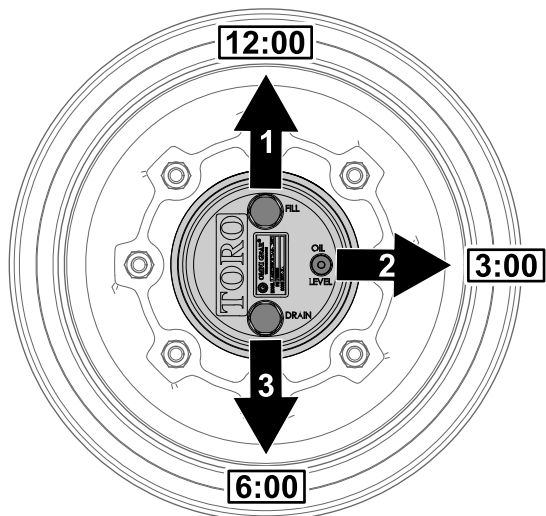

Figure 104
1. Garez la machine sur une surface plane et horizontale, puis tournez la roue de sorte que le bouchon de remplissage soit à la position 12 heures, le bouchon de contrôle soit à la position 3 heures et le bouchon de vidange soit à la position 6 heures (Figure 104).
2. Retirez le bouchon de contrôle à la position 3 heures (Figure 104).
position 3 heures et le bouchon de vidange soit à la position 6 heures ; voir Figure 104 sous Contrôle du niveau de lubrifiant du train planétaire (page 75).